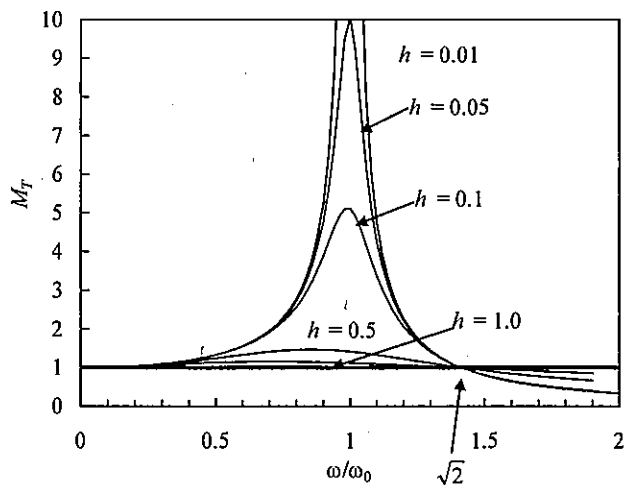

図4 絶対変位応答倍率
ここで、 $h$ 、 $\omega_0$ はそれぞれ構造物の減衰定数、固有円振動数、 $\omega$ は支点変位の円振動数である。また、式(2)で表される絶対変位応答倍率 $M_T$ を振動数比 $\omega/\omega_0$ との関係で示したものが図4である。
where  $h$  and  $\omega_0$  are damping ratio and circular natural frequency of the structure, respectively,  $\omega$  is circular frequency of the support displacement. An amplification factor of the absolute displacement ( $M_T$ ) given by Eq. (2) is given as a function of the frequency ratio ( $\omega/\omega_0$ ) as shown in Fig. 4.